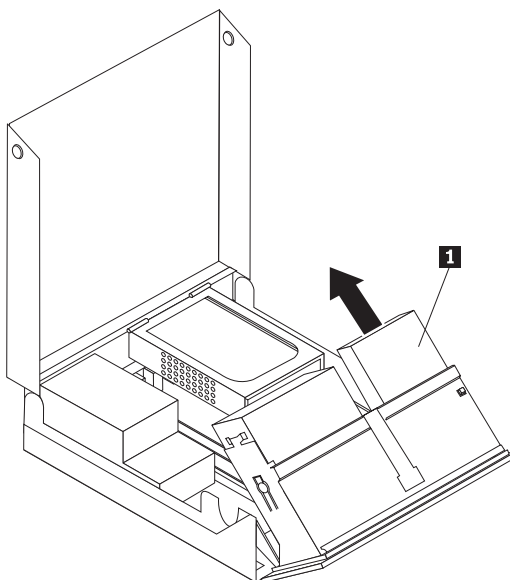

Figura 29. Extracción de la unidad de disquetes
4. Extraiga la unidad de disquetes del conjunto de bahías de unidades deslizándola hacia arriba. Consulte la Figura 29.